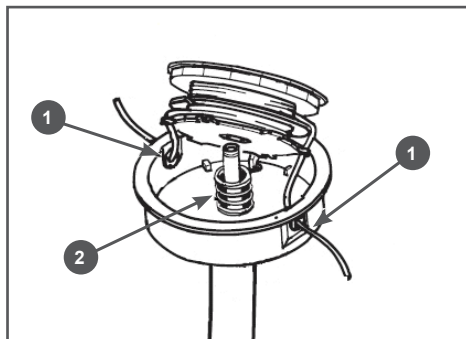

Рис. 13 Установка катушки
5. Проденьте концы корда в отверстия 1 на корпусе триммерной головки и установите катушку с кордом в корпус головки (Рис. 13).
Не забывайте установить пружину 2 под катушку с кордом (Рис. 13).